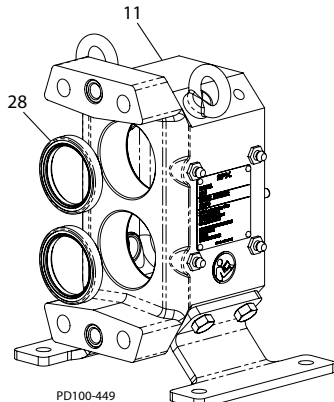

Figura 44 - Instalar Vedações Frontais
Instale as novas vedações dos mancais frontais (Figura 44, item 28) dentro da caixa de engrenagem (item 11) com o bico primário virado para o interior da caixa de engrenagem. As vedações devem ser lavadas com a face da caixa de engrenagem.